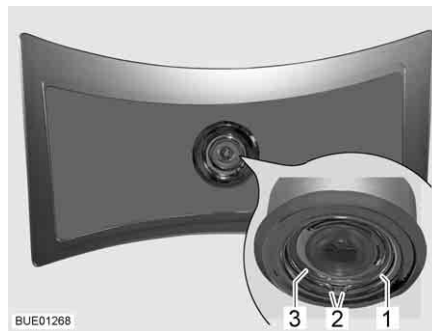

Fig. 265 Lampada a soffitto
- Premere la rondella (Fig. 265,1) sulle sue due estremità (Fig. 265,2) e rimuoverla.
- Estrarre l'involucro (Fig. 265,3) con LED dalla lampada.